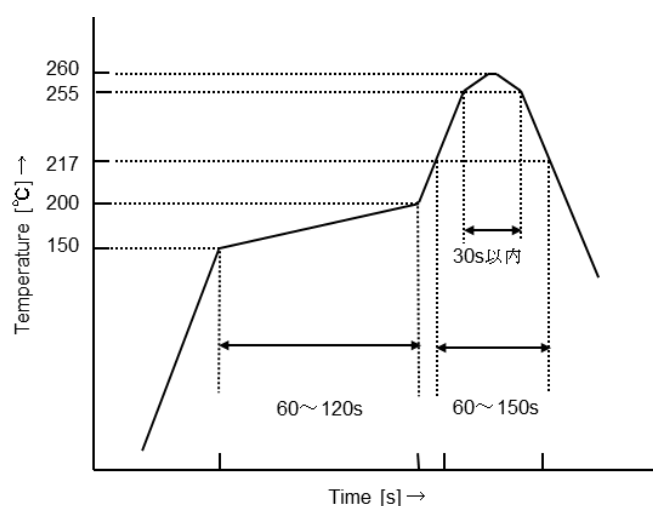

図 3.5.1 温度プロファイルの例
- (1) 遠・中赤外線での上下加熱方法を推奨します。
- (2) パッケージ表面温度は最大 260℃とし、255℃以上の時間は 30 秒以内で実施してください。
- (3) 温度プロファイルの一例として図 3.5.1 を参照してください。
パッケージ表面温度は最大 260℃とし、255℃以上の時間は 30 秒以内で実施してください。温度プロファイルは、上記の図 3.5.1 を参照してください。